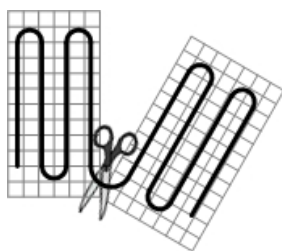

Figure 4
- Étalez les tapis selon le plan de montage. Le tapis sera collé sur l'isolation thermique (calorifugeage) de côté avec revêtement de collage vers le bas. Le filet devra être coupé avec exactitude dans les points de retournement sans endommager le câble chauffant (voir figure 4).